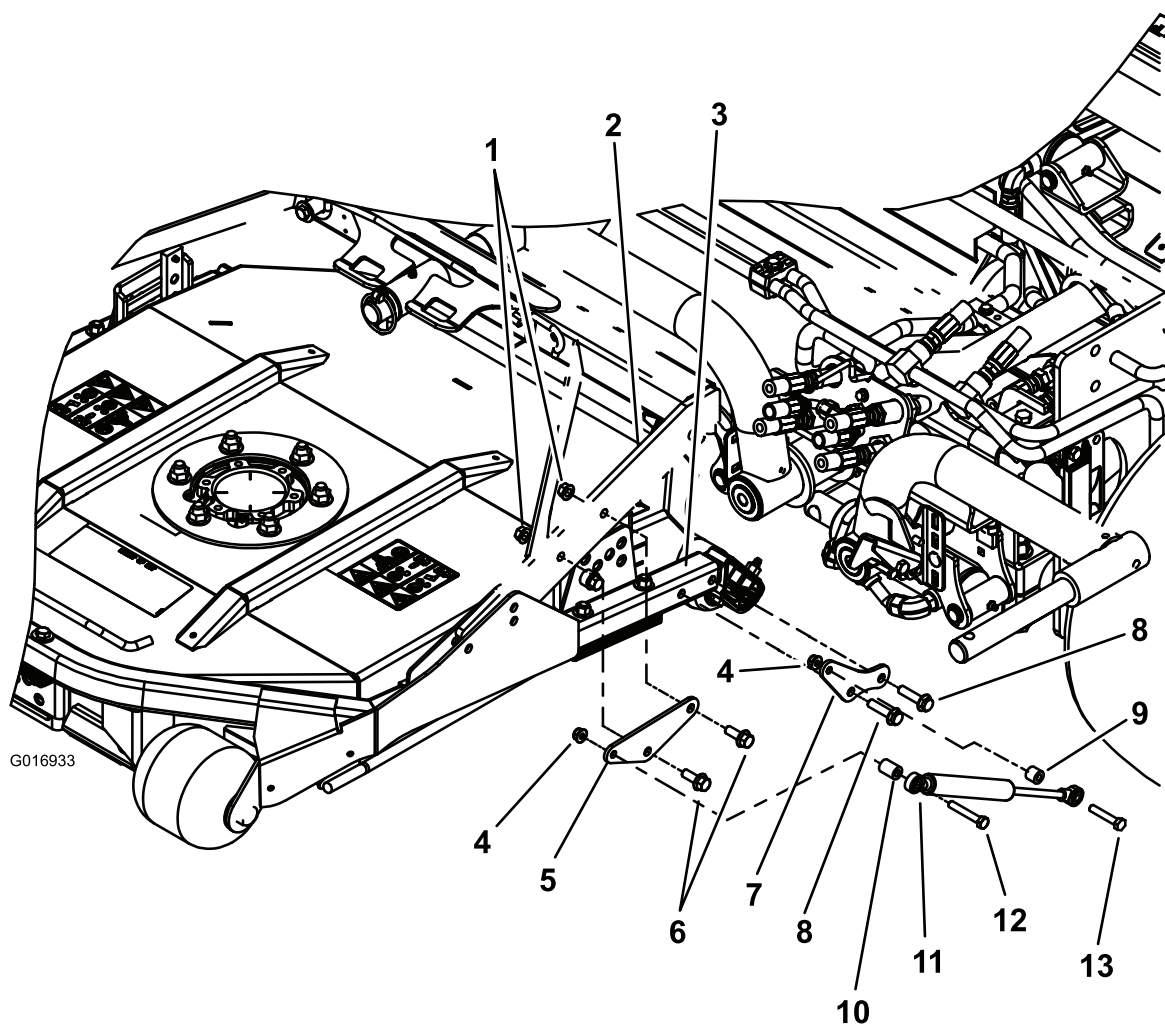

Figure 4
3. Fixez la plaque de montage d'amortisseur arrière au cadre du plateau avec 2 boulons à tête-embase hexagonale (3/8 x 1-1/2"), comme illustré à la (Figure 4).
4. Fixez la plaque de montage d'amortisseur avant au bâti porteur avec 2 boulons à tête-embase hexagonale (3/8 x 1") et 2 écrous à embase (3/8"), comme illustré à la (Figure 4).
5. Fixez l'amortisseur sur les plaques de montage avant et arrière avec une entretoise longue, une entretoise courte, 2 boulons à tête-embase hexagonale (3/8 x 1") et 2 écrous hexagonaux à embase (3/8") (Figure 4).